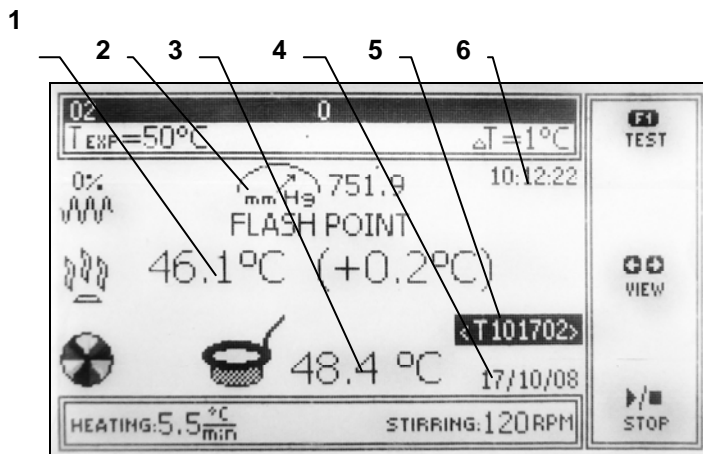

Fig. 11. fereastra cu informatii referitoare la test.
Dupa inregistrarea flamei pe display apare urmatoarea informatie (vezi fig. 11):
Rezultatele sunt stocate in fisiere text; identitatea lor este afisata la momentul stoparii sau al terminarii testului (vezi fig. 11 item 5).